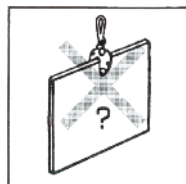

Figure 8
4. **À FAIRE** : savoir le poids exact de la pièce à lever avant la levée (OU le levage). (Fig. 8). Ne jamais lever un poids supérieur que la charge de travail maximale de la pince de levage. (Fig. 7).
5. **À FAIRE** : faire correspondre le poids de la pièce à lever et la charge de travail maximale de la pince de levage. Une charge devrait peser au moins le 1/5 de la charge de travail maximale de la pince de levage. (Fig. 8).